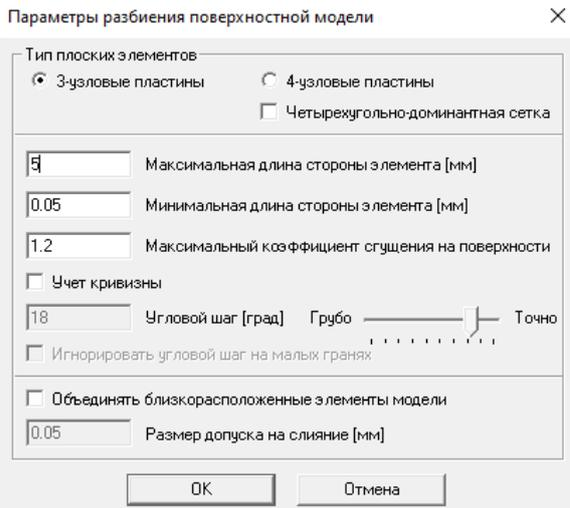
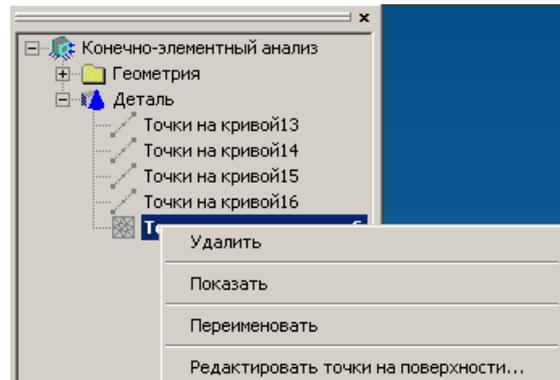
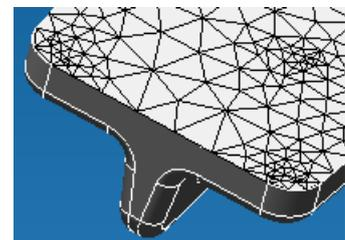

Рис. 2.4.6 Окно Разбиение поверхности.
Рис. 2.4.7 Объект Точки на поверхности.
Рис. 2.4.8 Пример сетки со сгущением.
1. Для разбиения поверхности укажите поверхность. Выбранная поверхность при этом подсветится зеленым цветом и станут доступны поля диалогового окна для ввода параметров разбиения (рис. 2.4.6). Далее введите параметры сетки (длина стороны элемента и коэффициент сгущения) и нажмите кнопку *Разбить*. При этом в дереве модели детали создается объект «Точки на поверхности» и связанные с поверхностью объекты «Точки на кривой» (рис. 2.4.7). Сетка отрисовывается на ребре в соответствии с заданными параметрами разбиения. Если заданное разбиение не устраивает можно воспользоваться кнопкой *Удалить сетку с поверхности* и затем задать разбиение с другими параметрами.
- При разбиении поверхности создаются узлы на смежных ребрах в виде Точек на кривой (рис. 2.4.7). Эти точки на кривой являются связанными с сеткой на поверхности. Для удаления необходимо сначала удалить точки на поверхности (сетку), а только потом можно удалить точки на кривой.
2. Для сгущения сетки выберете узел. После этого станут доступны поля для ввода параметров переразбиения (рис. 2.4.6). Введите число уровней и коэффициент сгущения и нажмите кнопку «Переразбить» (рис. 2.4.8).